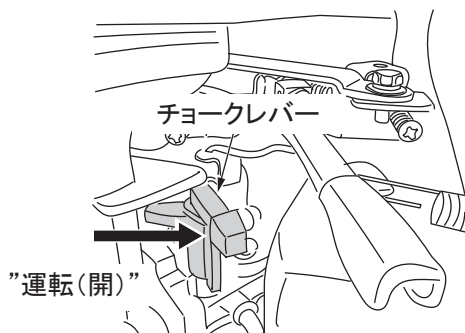

図 26
6. エンジン始動後にチョークレバーを開き(運転)ます。(図26)